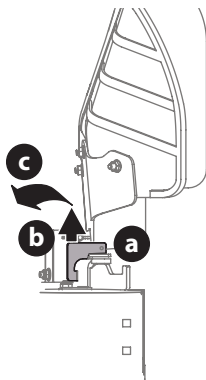

Figure 14
1. La goulotte est livrée attachée et avec un support d'arrêt tenant la goulotte en position verticale. Le support d'arrêt doit être retiré avant d'utiliser le tracteur (Figure 14).
2. En tenant le déflecteur de goulotte complètement vers le haut, retirez le support d'arrêt (Figure 14):